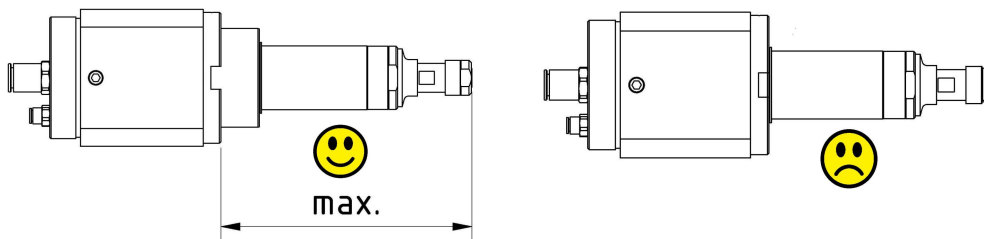

Abb. 4 – Max. Auslenkung axiale Roboterspindel
- **Bevor die Auslenkung mit Druck beaufschlagt wird, muss die Roboterspindel manuell in die vorderste Position (max. Spindellänge) gezogen werden. Ansonsten besteht bei Druckbeaufschlagung Verletzungsgefahr! Siehe Abbildung 4**